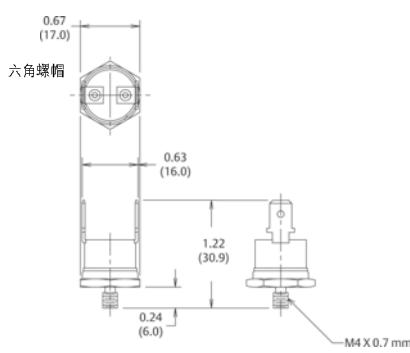
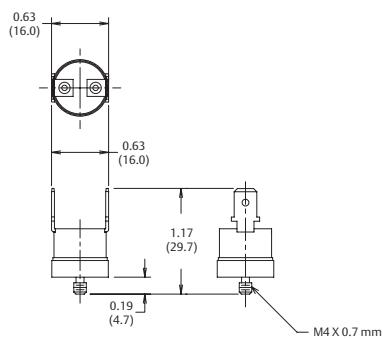

图5
图6
**螺栓安装——**36T系列温控器可以被安装在一个螺纹完整的螺栓上。图5所示的是普遍选用的六边形黄铜安装螺栓(如果采用黄铜螺栓，内部开关外壳必须为塑料结构)。图6所示的是铝制螺栓，内部开关外壳可以选用塑料结构或陶瓷结构。